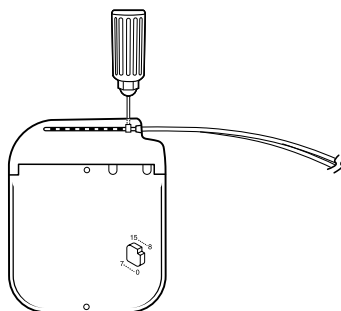

Figura 2. Apriete de los tornillos de fijación en el botón de silicona.
4. Para cada extensión, electrodo o enchufe, inserte completamente la llave dinamométrica (que se incluye con el sistema de neuroestimulación) en cada botón de silicona del bloque de conexión y apriete los tornillos de fijación (Figura 2).